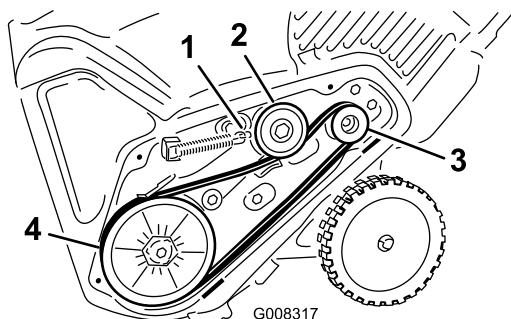

Figure 28
- Montez et acheminez la nouvelle courroie comme indiqué à la (Figure 28).
- Raccrochez le ressort de frein au bras de la poulie de tension (Figure 28).